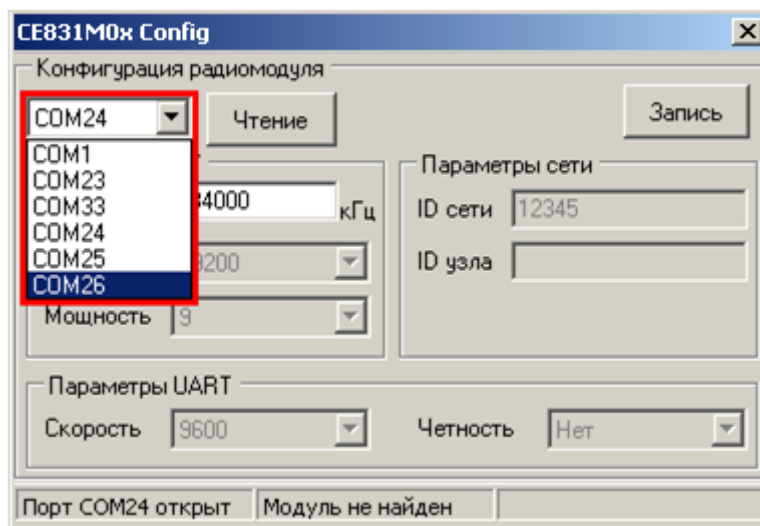

Рисунок 54 – Изменение номера используемого COM-порта
- После выбора нового COM-порта необходимо дождаться сообщения в строке статуса (см. рисунок 54) о том, что открыт именно выбранный COM-порт (ожидание 1-3 сек.).